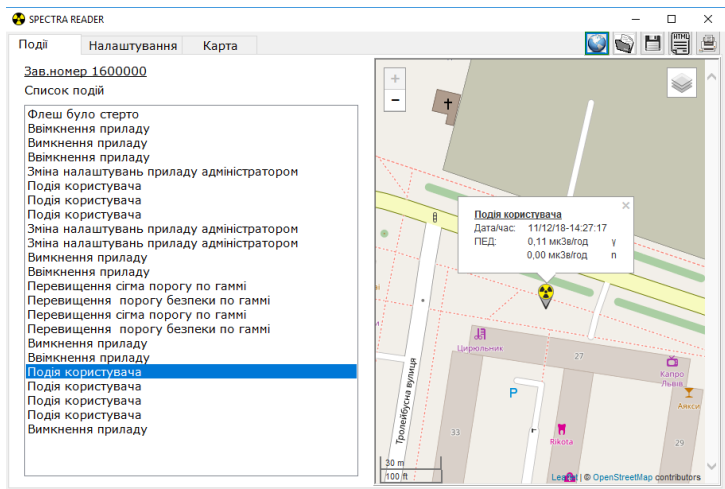

Рисунок 23 – Відображення події на карті
- відобразити подію на карті, відповідно до координат, де вона була збережена (якщо координати були додані) (рис. 23).